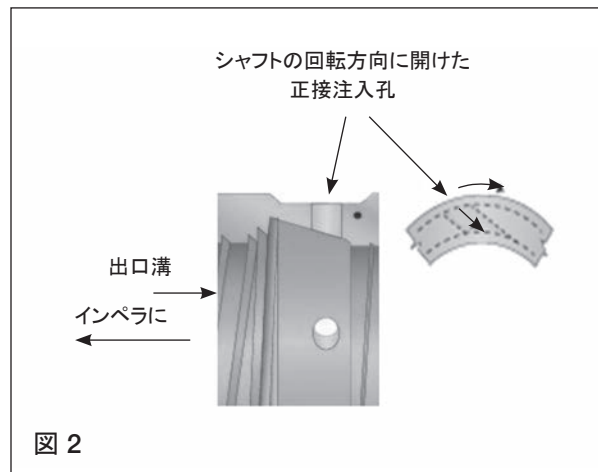

図 2
2. SpiralTracには方向性があります。両吸込み型のポンプに使用する場合は、両端での回転方向が正しいことを確認してください (図2参照)。